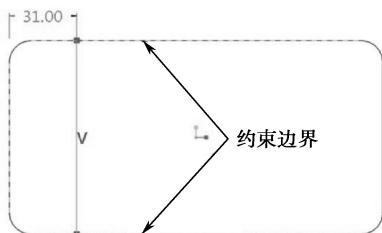

图 4-51 左侧固位截面
(1) 单击  按钮打开拉伸操控面板。
(2) 选择已建实体上表面为绘图平面，单击  进入草绘模式。单击绘图区上方图形工具栏中的【显示样式】，选择  隐藏模式，绘制如图 4-51 所示的二维剖面，使用【约束】中的  工具，将直线的两端的点对齐到实体的边界上。绘制好草图，单击草绘操控板中的 ，退出草绘界面。